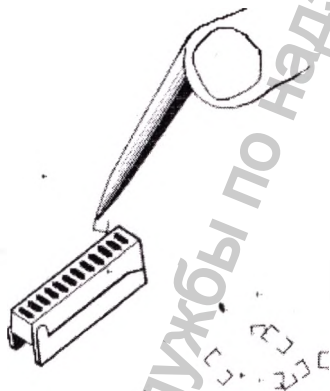

Рисунок 4 – Зарядка магазина скобками
7.3. Для зарядки магазина скобками, возьмите пинцетом скобку за ножку и вставьте спинкой в паз магазина (рис. 4).